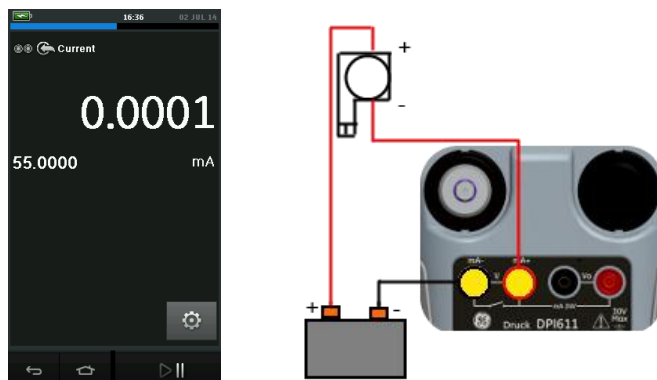
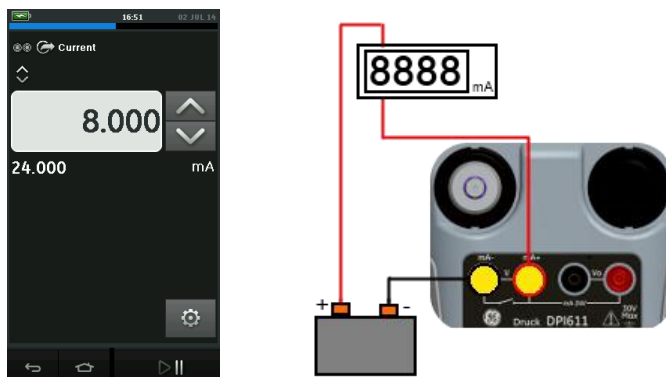

Figure 2-19 Mesurer le courant avec boucle d'alimentation externe (Plage : ± 55 mA)
Figure 2-20 Trouver la source d'un courant avec boucle d'alimentation externe.
- La Figure 2-19 et la Figure 2-20 indiquent la configuration pour mesurer (± 55 mA) ou trouver la source (0 à 24 mA) d'un courant avec boucle d'alimentation externe.